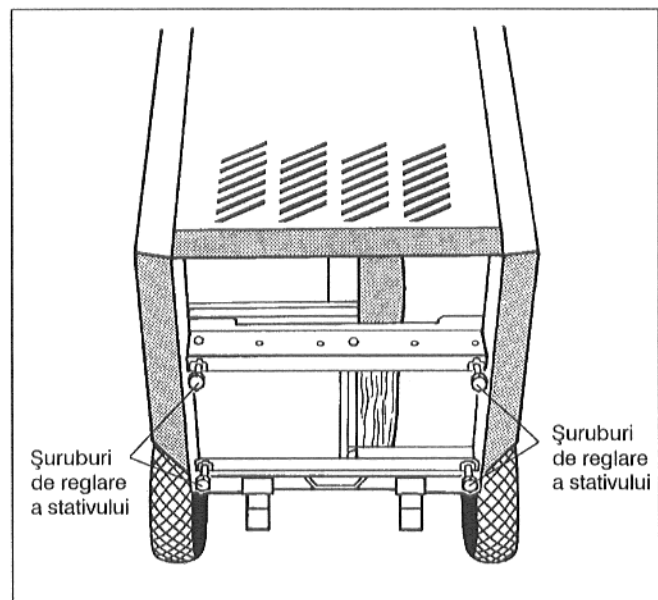

Fig. 5: Partea de jos a cazanului
- Cele patru **șuruburi de reglare a stativului** se înșurubează circa 5-10 mm în filetul din traversele platformei (Fig.5).